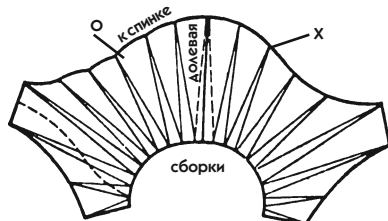

Рис. 661
- Вычтите уже существующую длину (кружок диаметром 1 см имеет длину окружности около 3 см) и разделите эту величину на количество расширений (для примера ширина каждого 2 см), как на рис. 661.
- От этой линии сделайте расширение сначала на одной половине рукава, потом на другой (на рис. 661 линия долевой нити должна оказаться посередине расширения, выполненного пунктиром).
6. **Обтачка низа рукава.** Выкроите обтачку по окончательному лекалу рукава (рис. 661). Она должна охватывать весь низ от маленького кружка с фалдами. На рис. 661 обтачка показана пунктирной линией, проходящей через детали 1, 2 и 3.